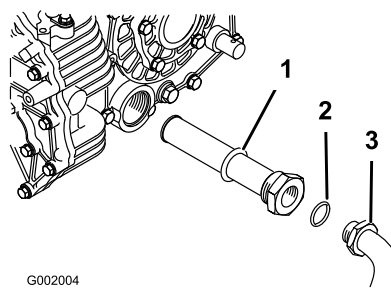

Figure 67
5. Déposez le flexible hydraulique et le raccord à 90° (Figure 67).